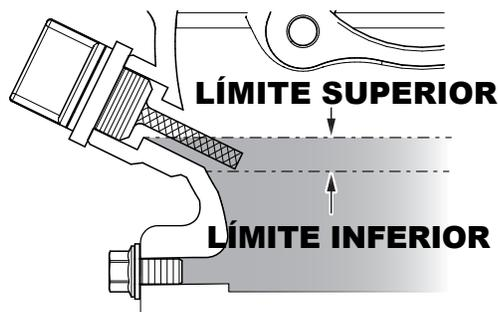

Figura 20. Nivel de aceite del motor
4. Si el nivel de aceite (Figura 20) es bajo, llene hasta el borde del agujero del tubo de llenado de aceite con el tipo de aceite recomendado indicado en la Tabla 8. Consulte la Tabla 3 o la Tabla 4 para obtener la capacidad máxima de aceite del motor.